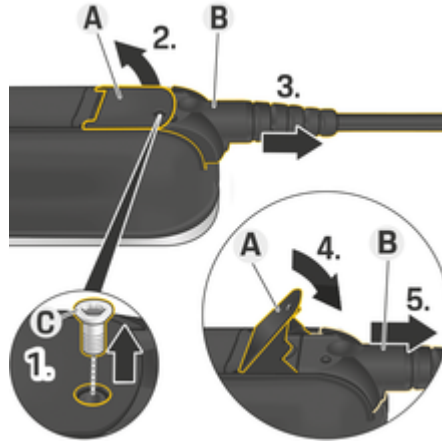

Bild 15: Lossa kabeln
1. Lossa skruven **C** (Bild 15) med ett lämpligt verktyg.
2. Fäll upp spaken **A** (Bild 15).
3. Dra ut kontakten **B** (Bild 15) till det första motståndet.
4. Stäng spaken **A** (Bild 15).
5. Dra ut kontakten **B** (Bild 15) helt.